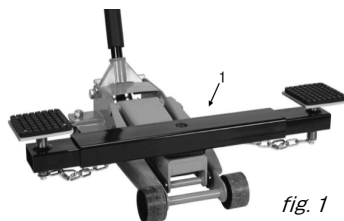

fig. 1
2. Placez le bras presseur (n° 1) perpendiculaire au cric rouleur (fig. 1).